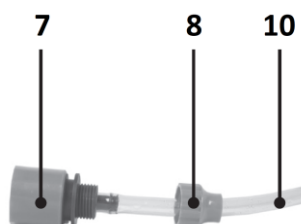
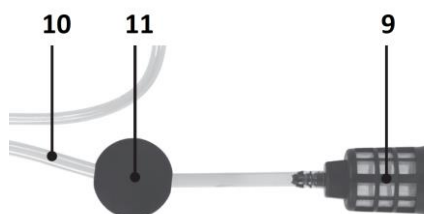

Fig. 3A
Fig. 3B
- Retirez la bague de raccord du tuyau (8) du raccord de tuyau (7).
- Placer la bague (8) sur une extrémité du tuyau (10).
- Poussez la même extrémité du tuyau dans le raccord de tuyau, voir Fig. 3A.
- Placez l'autre extrémité du tuyau (10) dans le trou de la boule flottante (11).
- Poussez la même extrémité du tuyau dans le filtre d'aspiration (9), voir Fig. 3B.